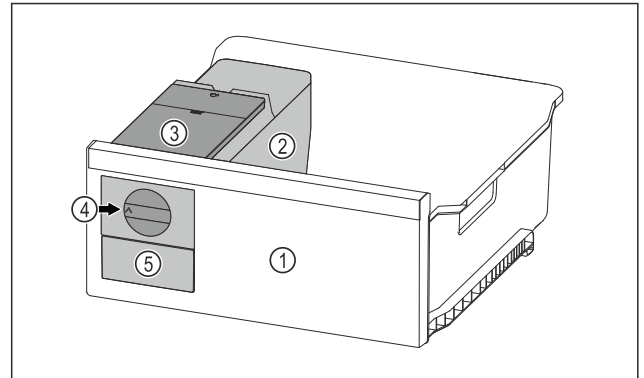

Fig. 68 Voorbeeld
- ▶ Draaiknop Fig. 68 (4) rechtsonder tot aan de aanslag draaien.
- ▷ Ijsblokjes vallen uit de ijsblokjeschaal in de ijsblokjeslade Fig. 68 (5).